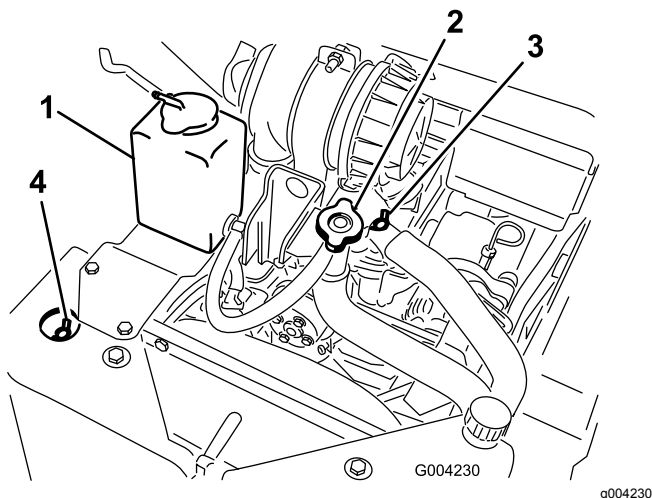

Рисунок 51
A. Снимите крышку заливного отверстия охлаждающей жидкости (Рисунок 51).
B. Откройте передний и верхний воздушные клапаны системы охлаждения (Рисунок 51).
тех пор, пока охлаждающая жидкость не начнет выходить из переднего воздушного клапана системы охлаждения (Рисунок 51).
D. Закройте передний воздушный клапан системы охлаждения (Рисунок 51).
E. Заливайте охлаждающую жидкость в горловину заливного отверстия до тех пор, пока охлаждающая жидкость не начнет выходить из верхнего воздушного клапана системы охлаждения (Рисунок 51).
F. Закройте верхний воздушный клапан системы охлаждения (Рисунок 51).
G. Заливайте охлаждающую жидкость в горловину заливного отверстия до тех пор, пока охлаждающая жидкость не покажется в отверстии горловины (Рисунок 51).
H. Установите на место крышку заливного отверстия охлаждающей жидкости (Рисунок 51).